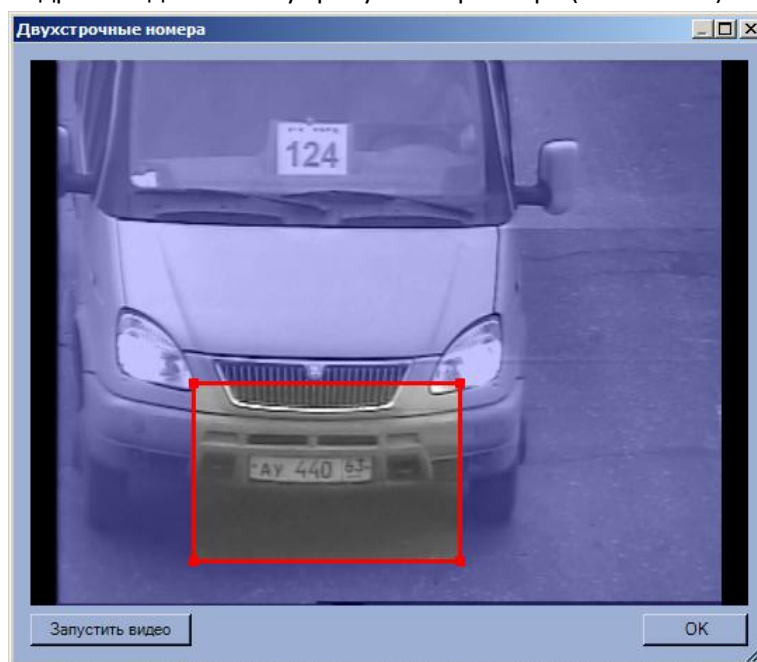

Рис. 7.2—4 Задание параметров двухстрочных номеров
- 9.1. Для включения возможности распознавания двухстрочных номерных знаков установить флажок «Разрешить» (см. Рис. 7.2—3, 9).
- 9.2. Задать максимальные ширину и высоту зоны, в пределах которой производится поиск номерного знака (задается в процентах от общего кадра) (см. Рис. 7.2—3, 10). Для задания данных параметров необходимо нажать на кнопку «Х», в открывшемся окне «Двухстрочные номера» нажать на кнопку «Остановить видео» при появлении подходящего кадра и выделить зону требуемого размера (Рис. 7.2—4).
10. Задать минимальные ширину и высоту зоны, в пределах которой производится поиск номерного знака (задается в процентах от общего кадра) по аналогии с параметрами «Максимальная ширина» и «Максимальная высота» - см. шаг 8 (см. Рис. 7.2—3, 11).